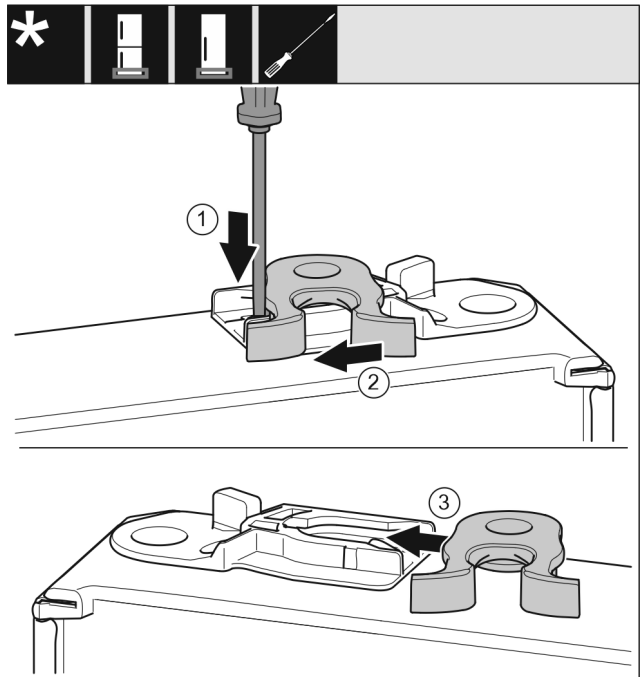

Fig. 16
- ▶ Apăsați în jos eclisa cu șurubelnița plată. Fig. 16 (1)
- ▶ Trageți cârligul de închidere din ghidaj. Fig. 16 (2)
- ▶ Împingeți pe partea opusă cârligul de închidere în ghidaj. Fig. 16 (3)